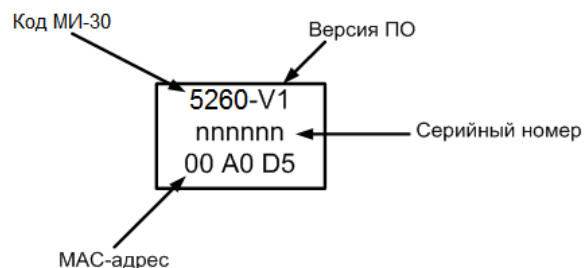

Рисунок 3 – Шильдик
- в поле **«MAC адрес»** введите трехбайтовый MAC-адрес, напечатанный на шильдике (см. Рисунок 3).